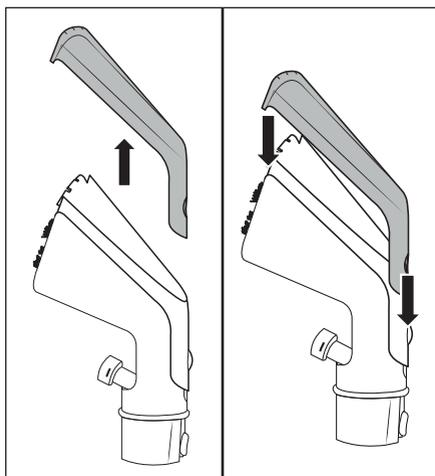

Fig. 9
- ◆ Appuyez sur la touche de verrouillage 24 située sur le cache de l'embout de nettoyage 23 de l'embout meubles 22 et retirez le cache de l'embout de nettoyage 23 (voir fig. 9).
- ◆ Placez le cache de l'embout de nettoyage 23 sur l'embout meubles 22 et poussez-le vers le bas jusqu'à ce que la touche de verrouillage 24 s'enclenche dans l'embout meubles 22 (voir fig. 9).